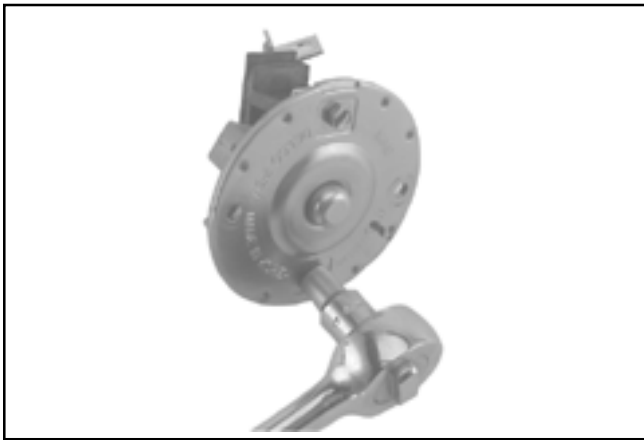

Figura 8-55. Rimozione del portaspazzole.
2. Rimuovere le due viti che fissano il gruppo portaspazzole al cappuccio terminale (alla piastra). Notare l'orientamento per il successivo riassettaggio. Vedere Figura 8-55. Gettare il vecchio gruppo portaspazzole.